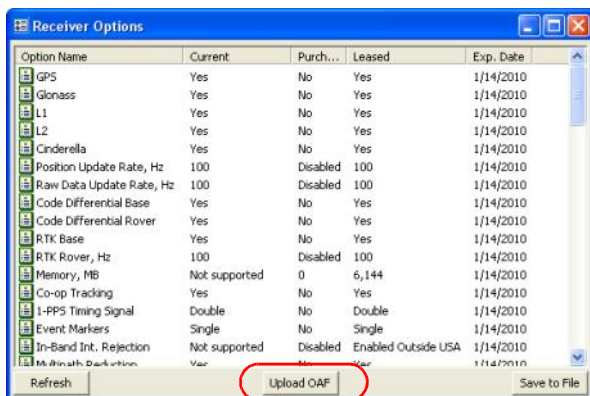

Рис. 5-5. Опции приемника
2. Нажмите кнопку **Upload OAF** в нижней части окна **Receiver Options** (см. Рис. 5-5).